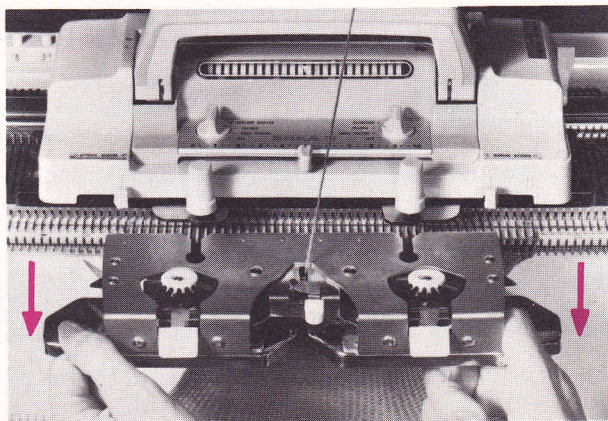

Fig. 199
- Retirer l'abaisseur en vérifiant qu'il n'y a pas de clapet d'aiguille accroché dans le guide-fil (fig. 199),